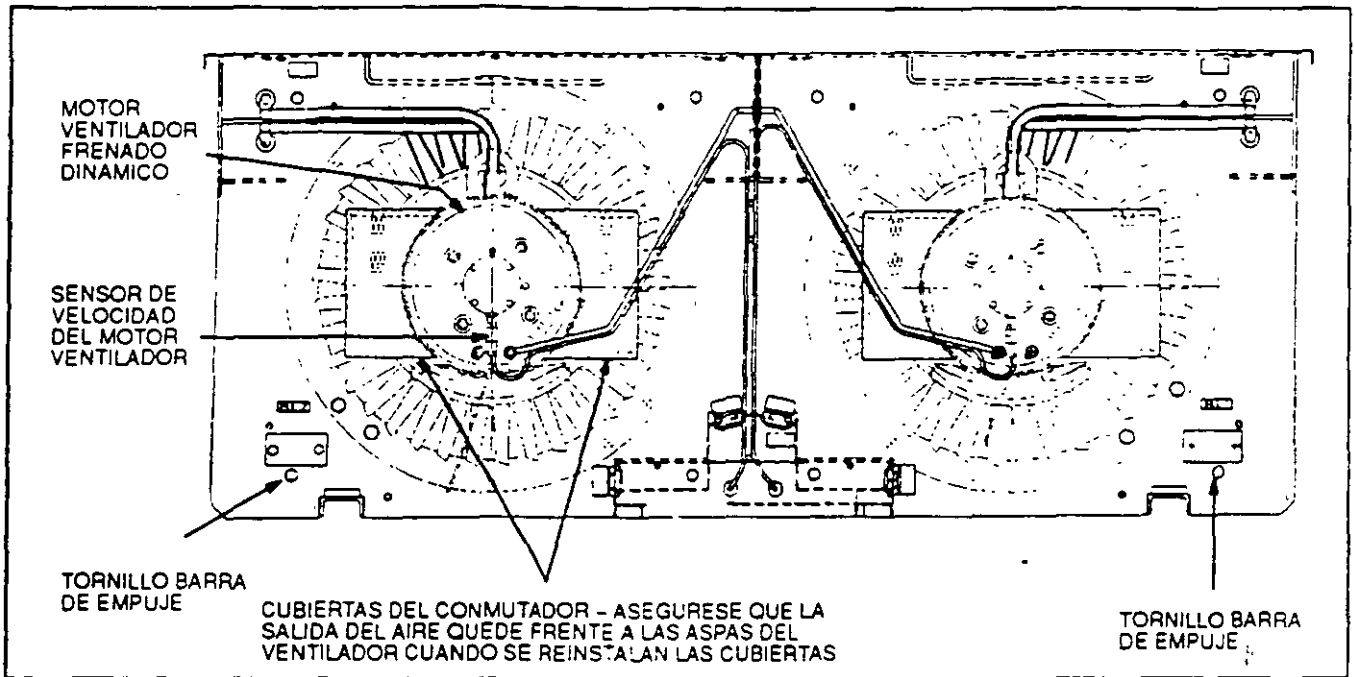

FIG. 13. ARREGLO MOTOR VENTILADOR PARA FRENADO DINAMICO. E-37747-S
El compartimento que contiene las resistencias (o parrillas) de frenado dinámico y los ventiladores de las parrillas está ubicado arriba de la cabina auxiliar, directamente atrás de la cabina del operador (Fig. 13)
tren astilladas, rotas o desgastadas a casi su longitud mínima requerida de 15/16 pulg. (23,8 mm). Siempre debe haber suficiente escobilla remanente para que alcance hasta el siguiente período de inspección. Asegúrese de que los sensores de velocidad del motor (Fig. 13) estén adecuadamente colocados, y sus conectores estén apretados. También revise la superficie del conmutador en busca de asperezas. Inspeccione la condición de las bobinas de campo. Verifique que no haya conexiones flojas o aislamientos dañados.
REEMPLAZO DE LAS RESISTENCIAS (PARRILLAS) DE FRENADO (FIGS. 13 Y 14)
1. Ubique cuidadosamente las parrillas en la caja de resistencias. Vea las Figs. 13 y 14 para las ubicaciones de las parrillas, espaciadores, barras alimentadoras y rejillas postizas (en locomotoras de 4 ejes).